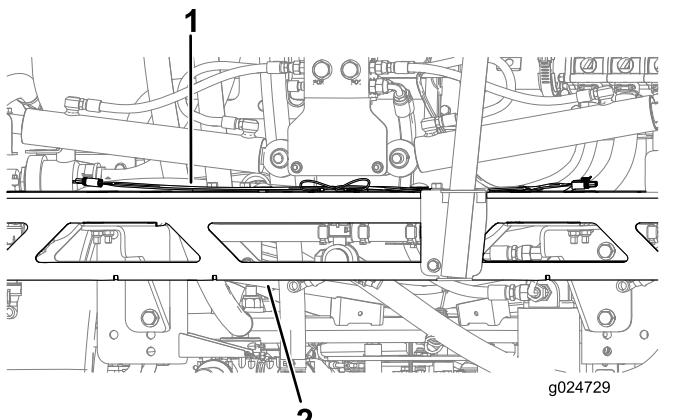

図 12
2. ワイヤハーネスをブームフレームチャネルに沿って配設する図 12。